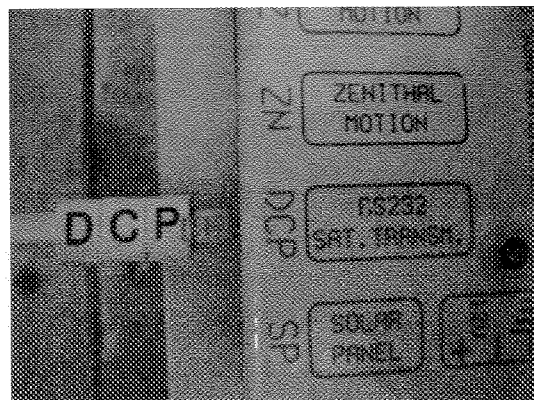

图 4-17 连接电脑的数据传输线的水晶头“DCP”端连到控制箱的“DCP”端
- (8)连接电脑的数据传输线水晶头“DCP”端到控制箱的“DCP”端(图 4-17)。注意:接电脑的一端要